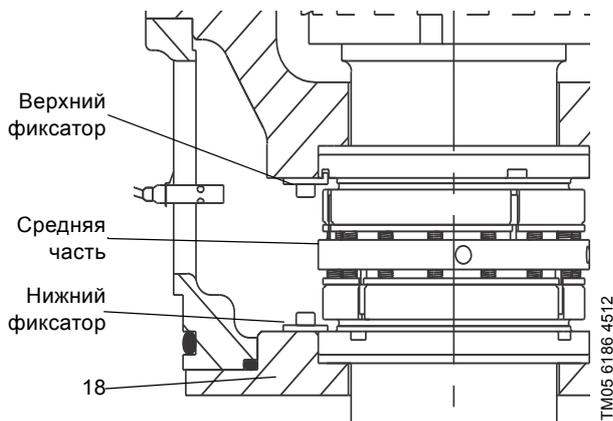

Рис. 19 Спуск вала с ротором в корпус статора
2. Переместить верхнюю часть вала уплотнения на вал и затянуть верхний фиксатор (см. рис. 19) до требуемого момента. См. 8. *Моменты затяжки и смазочные материалы.*
4. Установить нижнюю часть уплотнения вала на камеру уплотнения (поз. 18) и затянуть нижний фиксатор (см. рис. 19) до требуемого момента. См. 8. *Моменты затяжки и смазочные материалы.*